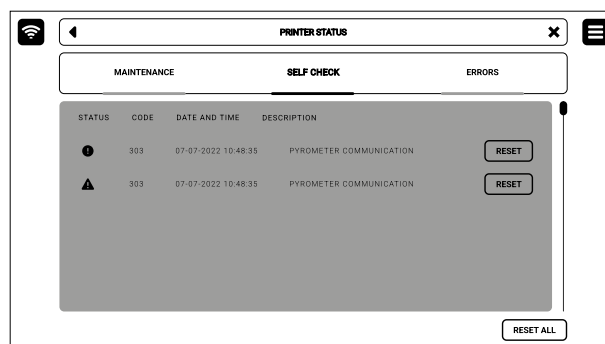

Abb. 12.4 Bildschirm **ERRORS**.
- c) **ERRORS**, auf dem Du mögliche Fehler und Meldungen über Schäden an Druckerkomponenten siehst (Abb. 12.4).